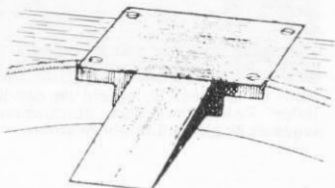

Abb. 1. Das selbstgebaute, aber trotz einer gewissen Vereinfachung recht ansprechend wirkende Empfangsgebäude „Danielshausen“.
4. Wird der Spiegel — etwa um lange Abstellgleise o. ä. vorzutauschen — direkt hinter stumpf endenden Gleisen angebracht, müssen diese genau rechtwinklig zum Spiegel verlaufen, da sonst (Alte Schulweisheit: Einfallswinkel ist gleich Ausfallswinkel!) ein mehr oder weniger starker „Knick in der Optik“ die erstrebte Illusion zunichte machen würde (s. auch Abb. 1).
Abb. 1. So hält man die kleine, handliche Spritzpistole beim Spritzen, wobei das Farbglas zugleich als Auflagefläche dient. Außerdem wird hier demonstriert, wie z. B. filigrane Klein- teile — in diesem Fall die neuen Ventile von Günther, s. S. 745 — zu spritzen sind.
Neben den bereits genannten Vorteilen ist noch die ausgesprochen leichte Handhabung der Pistole (s. Abb. 1) zu erwähnen, die praktisch wie ein Bleistift in der Hand liegt und dadurch ein äußerst exaktes und „zielgerichtetes“ Arbeiten ermöglicht. Selbst mit größtem Farbglas (gefüllt) wiegt die Pistole nur 290 g, liegt also leicht in der Hand.